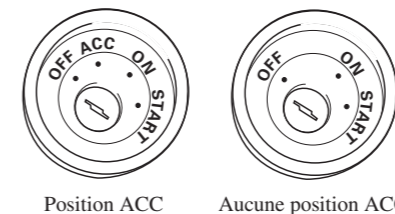

Fig. 1
- Si cette unité est installée dans un véhicule dont le contacteur d'allumage n'a pas de position ACC (accessoire), le fil rouge de l'unité doit être connecté à une borne couplée aux opérations de marche/arrêt du contacteur d'allumage. Sinon, la batterie du véhicule peut se décharger lorsque le véhicule n'est pas utilisé pendant plusieurs heures. (Fig.1)